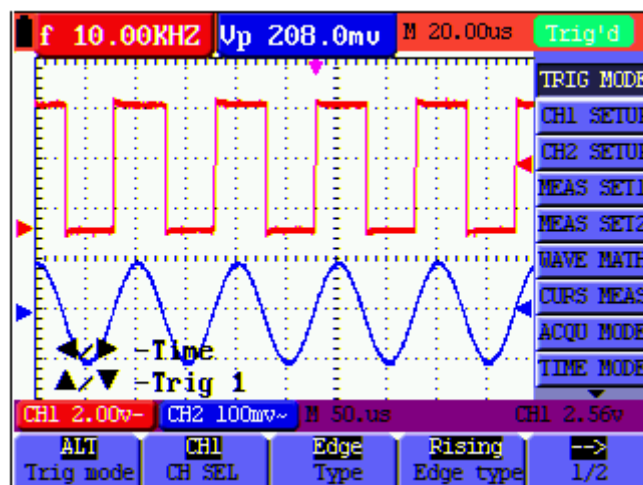

Abbildung 9
- Die Taste **OPTION** wählen. Im unteren Bildschirmbereich links erscheint folgende Anzeige (Abbildung 9):